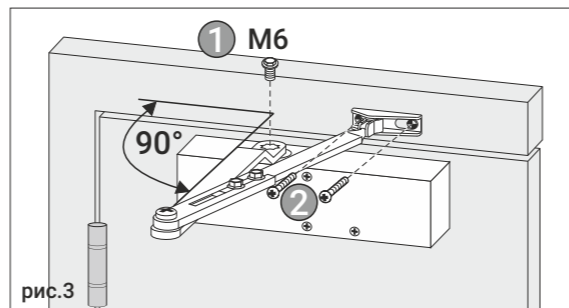

рис.3
2. Установите на дверной доводчик складной телескопический рычаг строго под углом 90° к поверхности дверного полотна, зафиксировав его винтом M6 (рис. 3). Закрепите "башмак" рычага винтами M5 (шурупами), убедившись, что два фиксирующих телескопическую тягу винта не затянуты и позволяют увеличивать длину телескопической тяги без помех.